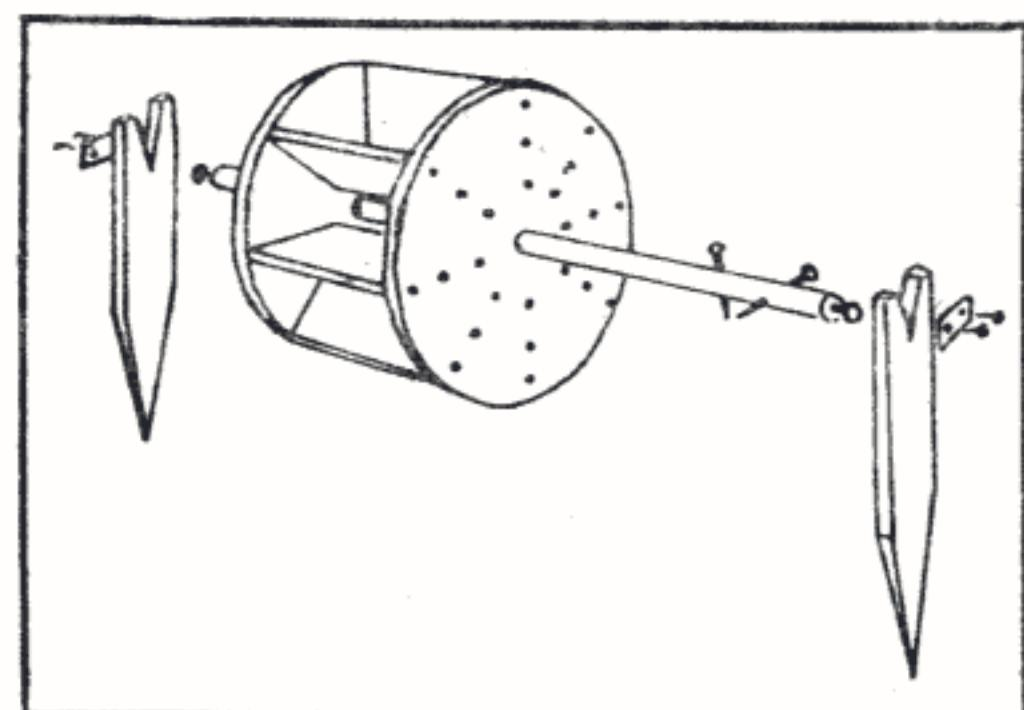

Fig. 36 — Model de roată cu 8 zbaturi.
B. Cel de al doilea model folosește o roată cu opt zbaturi fixate cu cuie între două discuri de lemn groase de 2—3 cm (fig. 36). Axul central poate avea formă cilindrică, dar poate fi și o tijă cu secțiunea pătrată, cu latura de 2 cm, deoarece în capetele acesteia se fixează cîte un cui gros, lung de 10—12 cm, care constituie partea ce se sprijină și se freacă rotindu-se sprijinită în unghiurile ascuțite ale suportilor laterali. Axul va fi confectionat din lemn. Pentru ca frecarea cuielor să fie redusă, adînciturile ascuțite ale suportilor se căptușesc cu fîșii din tablă, în care se pune vaselină.